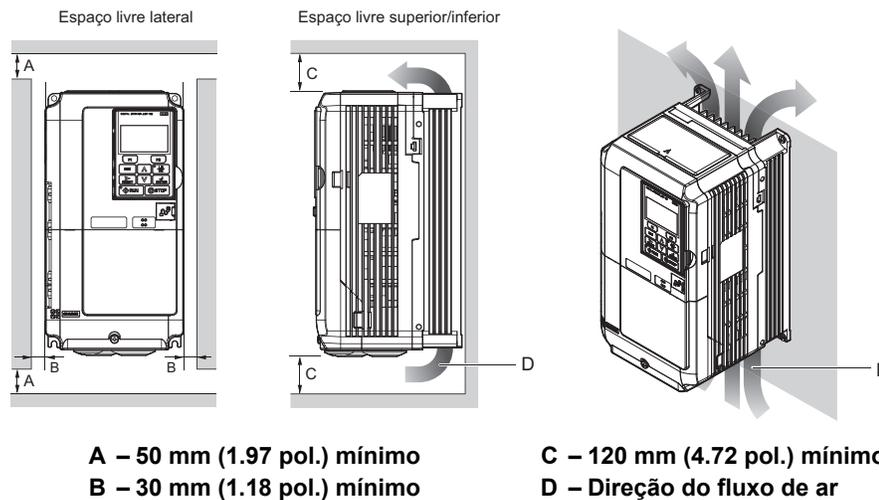

Figura 2 Espaço correto da instalação
**Figura 2** mostra a distância necessária da instalação para manter espaço suficiente para o fluxo de ar e a fiação.